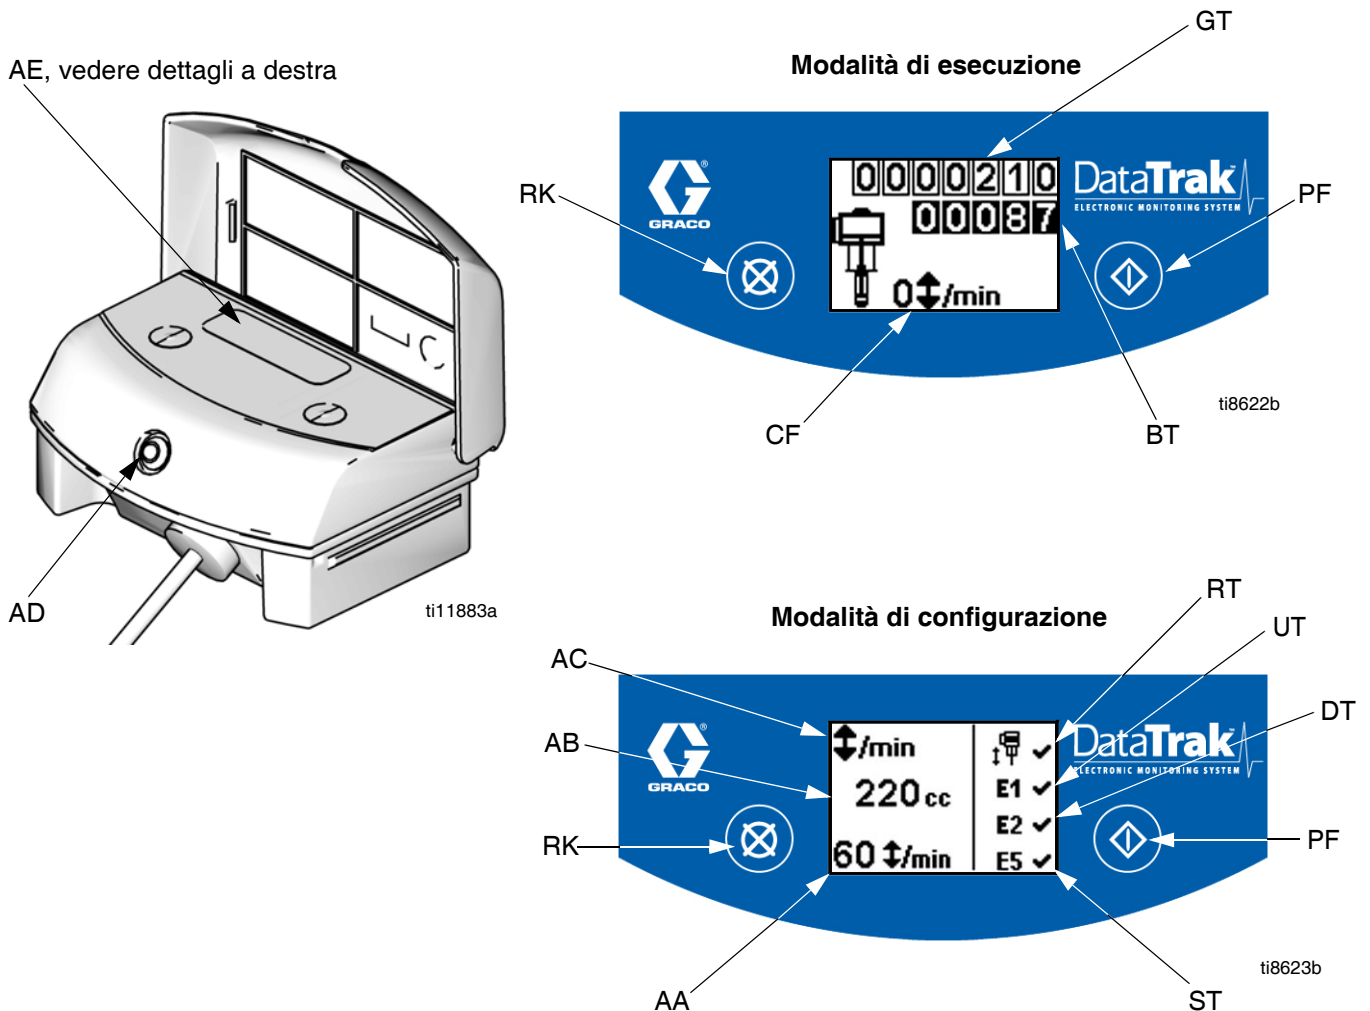

Fig. 8. Comandi e indicatori DataTrak
Legenda per la FIG. 8
1. Consultare FIG. 8. Tenere premuto il tasto  per 5 secondi fino a quando non viene visualizzato il menu Impostazione.
Quando le opzioni di fuori giri e di errore E1, E2, e E5 sono attivate, sulla schermata di impostazione apparirà un . Consultare FIG. 8.
1. Consultare FIG. 8. Se si verifica un fuori giri della pompa, si attiva il solenoide di fuori giri, arrestando la pompa stessa. Il LED (AD) lampeggia e il display (AE) indicherà la condizione di accelerazione (vedere Tabella 1). Il display visualizzerà ciclicamente sei schermate di istruzioni.
2. Schermate fuori giri 1 e 2: Per ripristinare il solenoide del fuorigiri, chiudere la valvola dell'aria principale (E). Attendere che l'aria sia completamente scaricata dal motore pneumatico.
3. Schermate fuori giri 3 e 4: una volta scaricata l'aria, premere il tasto di rilascio del solenoide (J) per reimpostare la valvola dell'aria. Il tasto torna in posizione quando la valvola dell'aria è nuovamente in pressione.
5. Aprire la valvola dell'aria principale (E) per riavviare la pompa.
Per disattivare il monitoraggio di accelerazione, entrare in modalità di impostazione e impostare il valore su 0 (zero) o portare (RT) su off  (vedere FIG. 8).
1. Consultare FIG. 8. Per accedere alla modalità di adescamento/lavaggio, premere un tasto qualsiasi per riattivare il display, quindi premere . Sul display viene visualizzato il simbolo dell'adescamento/lavaggio e il LED lampeggia
2. In modalità di adescamento/lavaggio, la protezione contro il fuori giri è disattivata e il totalizzatore batch (BT) non effettua il conteggio. Il totalizzatore generale (GT) continua il conteggio.
Consultare FIG. 8. L'ultima cifra del totalizzatore parziale (BT) indica i decimi di gallone o litro. Per azzerare il totalizzatore, premere un tasto qualsiasi per riattivare il display, quindi tenere premuto  per 3 secondi.
Consultare FIG. 8. Il display (AE) si spegne dopo 1 minuto di inattività nella modalità di esecuzione o dopo 3 minuti nella modalità di configurazione. Premere un tasto qualsiasi per riattivare il display.
Il DataTrak è in grado di diagnosticare diversi problemi della pompa. Quando il sistema di monitoraggio rileva un problema, il LED (AD, FIG. 8) lampeggia e sul display viene visualizzato un codice diagnostico. Consultare Tabella 1.